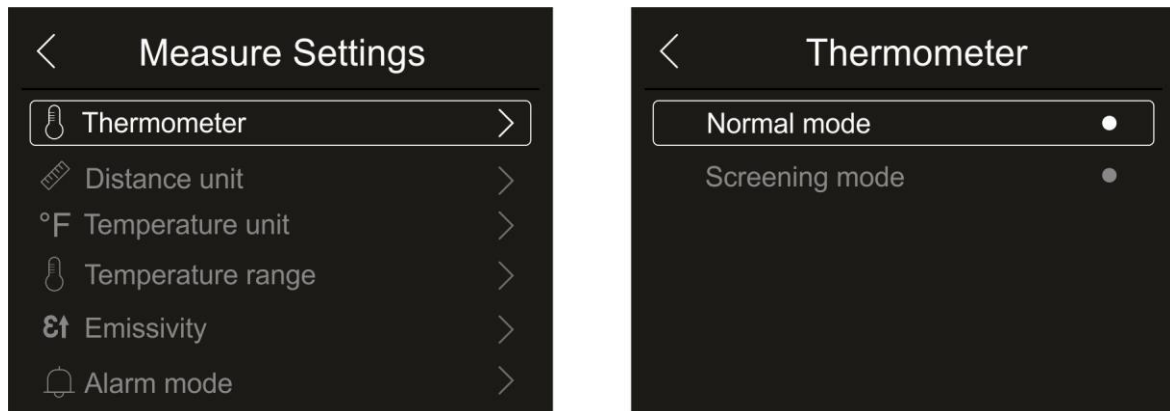

Fig. 21: Menú Termómetro
1. Toque el texto “Thermometer”. Se muestra la pantalla de la Fig. 21 – parte derecha